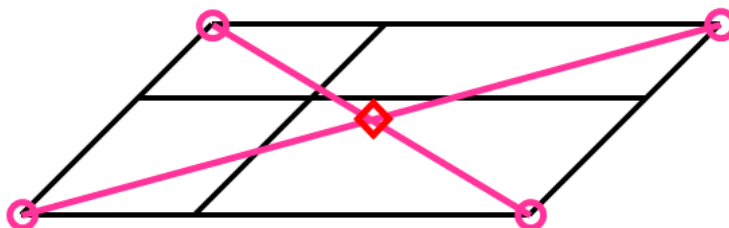

Рис. 10 Ситуация, когда программа ошибочно принимает присоединенную топологию за 2D отверстие
- Программа может ошибиться с типом присоединенной топологии, если болт прикреплен к регулярной сетке из оболочечных элементов посредством RBE2 с равными длинами лучей, Рис. 10 (программа может посчитать такую присоединенную топологию 2D отверстием, хотя в текущей версии программы такая присоединенная топология не